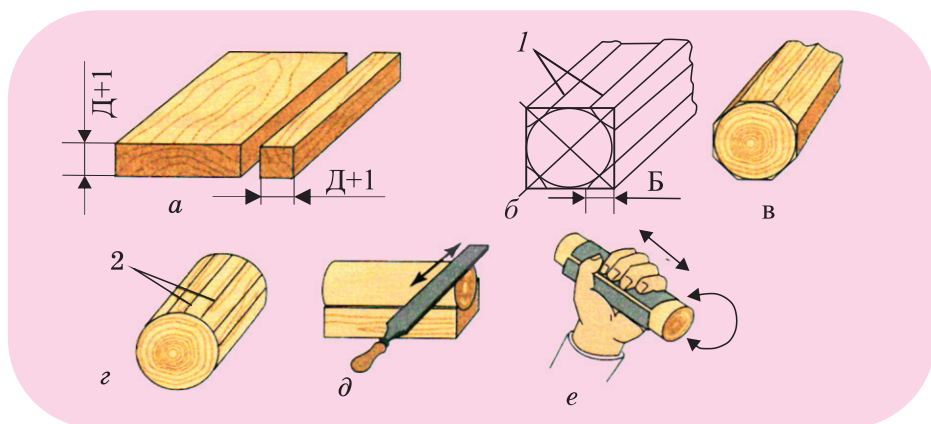

Рис. 1. Последовательность изготовления детали цилиндрической формы ручным инструментом:
Детали цилиндрической формы, которые в поперечном сечении имеют форму круга, можно изготовить из брусков квадратного сечения. Бруски обычно делают из досок (рис. 1, а). Толщина и ширина D бруска должна быть на 1-2 мм больше диаметра будущего изделия с учетом припуска (запаса) на обработку.
Перед изготовлением из бруска круглой детали производят ее разметку. Для этого на торцах заготовки пересечением диагоналей находят центр и циркулем описывают вокруг него окружность радиусом, равным 0,5 диаметра заготовки (рис. 1, б).
Заготовку закрепляют на крышке верстака между клиньями или устанавливают в специальном приспособлении (призме) (рис. 1, б).
Грани восьмигранника строгают рубанком до линии разметки (рис. 1, в).
Чтобы больше приблизиться к форме цилиндра, на торцах размечают шестнадцатигранники, проводят линии разметки (2) и сострагивают грани шестнадцатигранника (рис. 1, г).
Дальнейшую обработку ведут поперек волокон с округлением формы вначале рашпилем, а затем напильниками с более мелкими насечками (рис. 1, д).
Окончательно обрабатывают цилиндрическую поверхность шлифованием с помощью шлифовальной шкурки. При этом один конец заготовки закрепляют в зажиме верстака, а другой обтягивают шлифовальной шкуркой и вращают ее. Иногда заготовку обертывают шлифовальной шкуркой, берут ее в левую руку, а правой вращают ее и перемещают вдоль оси вращения (рис. 1, е).